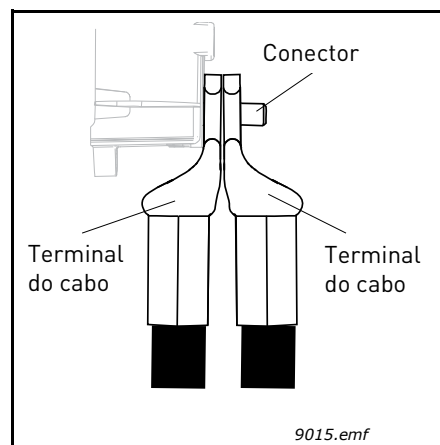

Figura 43. Colocar dois terminais de cabo um sobre o outro
- **NOTA:** se ligar vários cabos a um só conector, observe a posição dos terminais dos cabos uns sobre os outros. Consulte a Figura 43 abaixo.